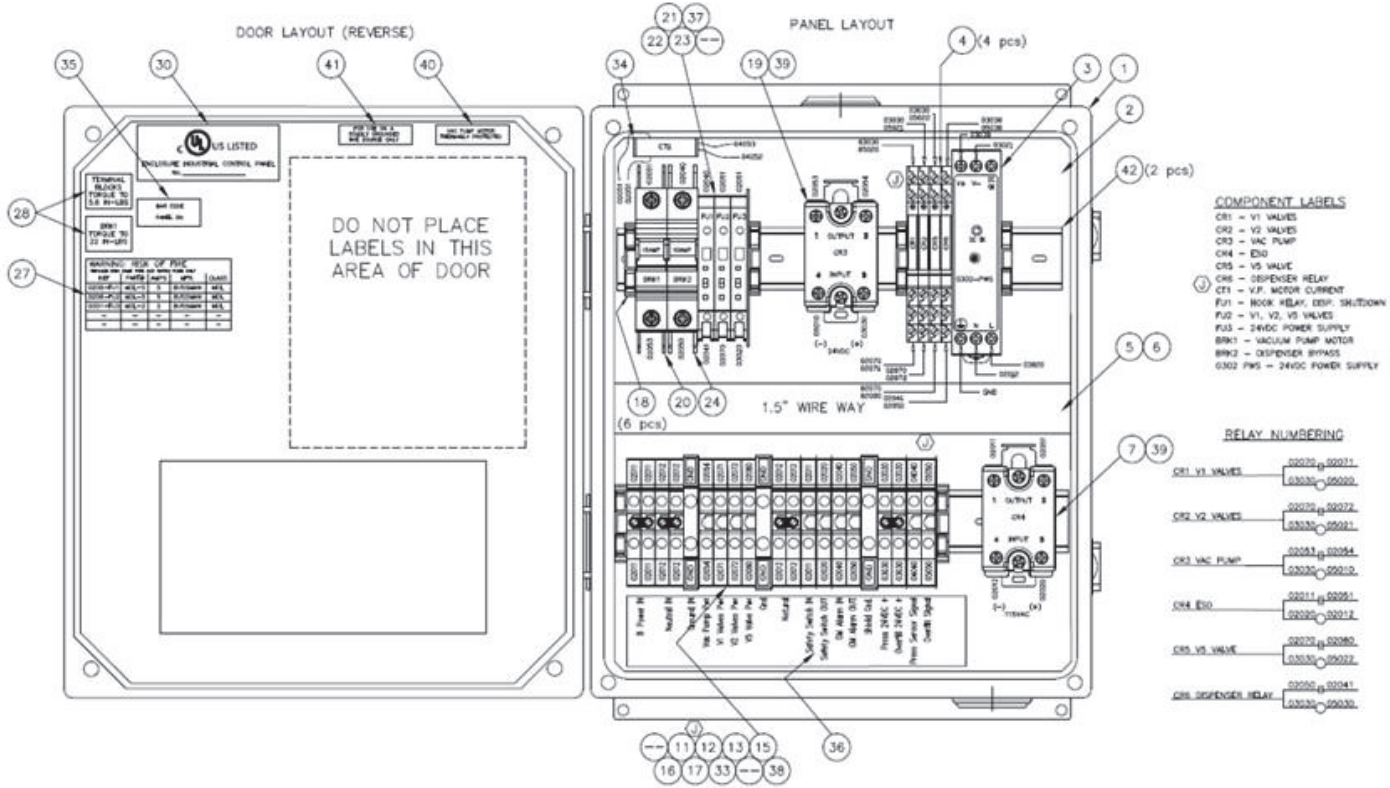

Figura 8-21: Componentes eléctricos del panel de control del VST
1.	<p>Compruebe si se ha desconectado el disyuntor de la bomba de vacío (BKR1) en el panel de control. Vea la Figura 8-21.</p> <ul style="list-style-type: none"> <li>a) Ingrese a la pantalla de Mantenimiento usando el código 878 para deshabilitar el GREEN MACHINE.</li> <li>b) Abra la puerta delantera del panel de control.</li> <li>c) Compruebe el disyuntor BRK1 para ver si se desconectó: <ul style="list-style-type: none"> <li>● Si la palanca del disyuntor está hacia arriba y la ventana está en ROJO, el disyuntor no se ha desconectado.</li> <li>● Si la palanca del disyuntor está hacia abajo y la ventana está en VERDE, el disyuntor se ha desconectado.</li> </ul> </li> <li>d) Si el disyuntor no se ha desconectado, vaya al Paso 2.</li> <li>e) Si el disyuntor de la bomba de vacío se ha desconectado, mueva la palanca hacia arriba para reiniciar el disyuntor.</li> <li>f) Presione el botón Clear Motor Alarm para que la alarma se reinicie. Vea la Figura 8-17.</li> <li>g) Presione HOME en el PLC para regresar a la pantalla principal y se borrará la alarma.</li> <li>h) La GREEN MACHINE ahora se encuentra en modo de operación normal y funcionará si la presión del UST es superior a 0.2IWC.</li> <li>i) NOTA: SI EL DISYUNTOR DE LA BOMBA DE VACÍO SE SIGUE DESCONECTANDO, AVANCE AL PASO 2.</li> </ul>